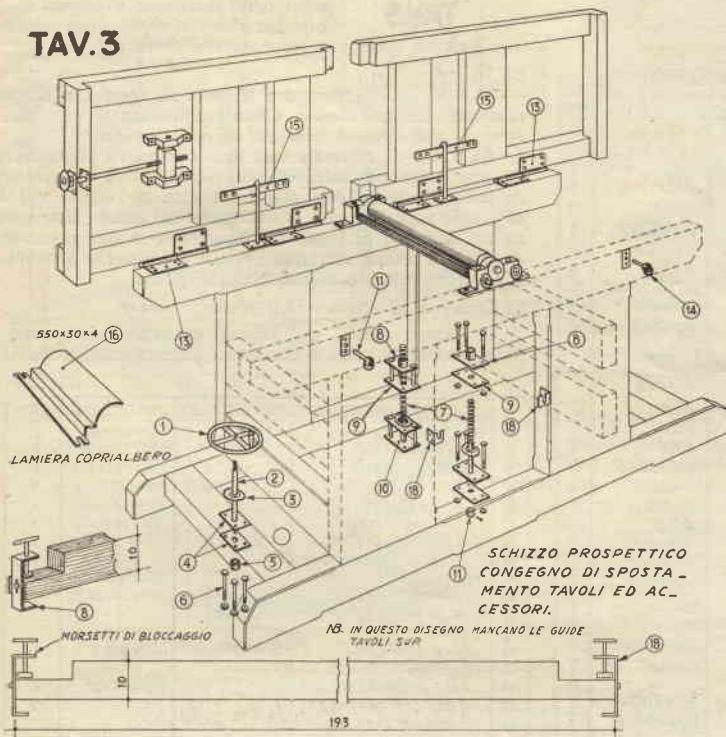

FIG. 3c PART. CONGEGNO PER SPOSTAM TAVOLI SUPERIORI
Dobbiamo ora costruire i due tavoli superiori e il piano inferiore, che ricaveremo da tavolette d'abete e di faggio incollate fra loro, formeranno così un tavolone compensato dello spessore di 50 mm. Tutti questi piani dovranno avere sul lato corto un pezzo di legno duro opportunamente invergato come risulta dalla Fig. 3c.
Si tratta di costruire una vite che verrà comandata da una ruota zigrinata. Questa vite è fissata al traverso di testa mediante due placche fissate con delle viti e al tavolo superiore con la controvite (6) questa sistemata su un sostegno di legno (7) imperinato a due mensole; queste due ultime verranno avvitate saldamente ai tavoli. Ricaverete tutte le misure dalla Fig. 3c.